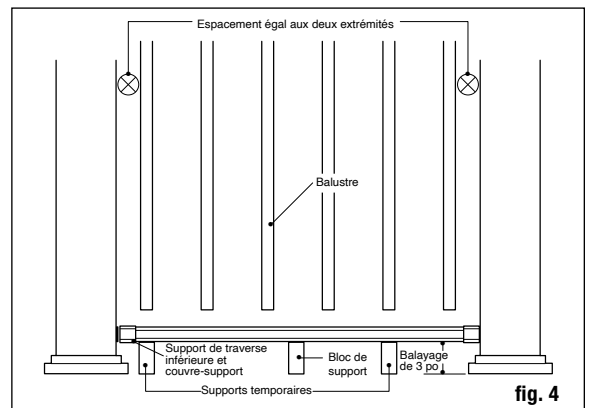
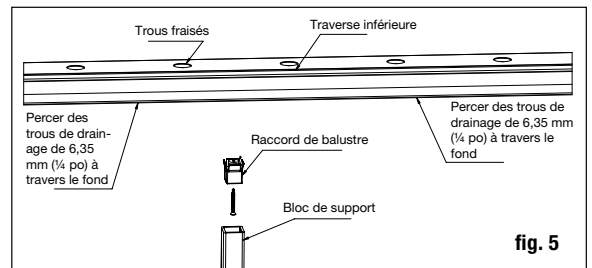

fig. 4
fig. 5
**Étape 6** Mesurez la distance entre les manchons de poteaux installés pour déterminer la longueur des traverses du haut et du bas. Placez la traverse inférieure en position près des poteaux à l'aide de supports temporaires de 7,6 cm (3 po) et ajustez afin que la distance entre le premier trou de balustre et le poteau soit supérieure à 5 cm (2 po) et égale aux deux extrémités (voir la fig. 4). Marquez la traverse. Coupez la traverse du bas. Coupez la traverse du haut à la même espacement et longueur.
**Étape 7** Pour la rampe de 1,83 m (6 pi), trouvez le centre de la base de la traverse du bas et fixez le raccord de balustre incliné avec le bloc de support, en utilisant les vis fournies. (Pour le rail de 2,4 m (8 pi), divisez la longueur du rail en trois pour obtenir l'emplacement des blocs de support. Fixez ensuite les raccords de balustres inclus avec les blocs de support, en utilisant les vis fournies.) Vérifiez les exigences du code de la construction quant à l'espacement maximum entre la surface de la terrasse et le bas de la traverse (espace de balayage). Ce rail est conçu pour un balai de 7,6 cm (3 po) (fig. 4). Si nécessaire, coupez le bloc de support à la hauteur désirée (fig. 5).